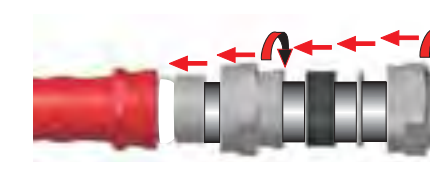

Fig. 15.8 Druckschrauben festschrauben
7. Hülse (5) über den Mantelschirm schieben. ⚠ Der Mantelschirm muss ringsherum geklemmt werden und darf nicht über die Steckerhülse herausragen (Fig. 15.8).
8. Innere Druckschraube (4) festschrauben (Prüfdrehmoment -> Technische Daten).
9. Äußere Dichtung (3) und Druckring (2) anlegen. Auf korrekten Sitz der Dichtung achten.
10. Äußere Druckschraube (1) festschrauben. ⚠ Dabei die Innere Druckschraube (4) gegen Verdrehen sichern. (Prüfdrehmoment -> Technische Daten) Bei Bedarf kann die Zugentlastung an die Äußere Druckschraube (1) angeschraubt werden.